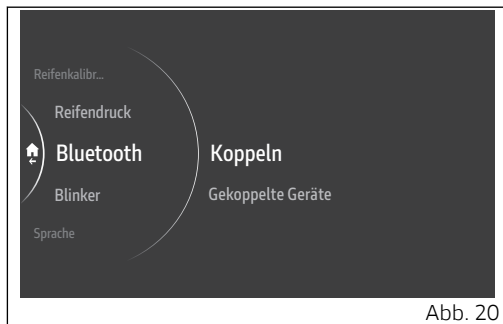

Abb. 20
- Die Angabe „Koppeln“ markieren, dann auf ENTER (Abb. 20) drücken.
- Die Angabe „Gekoppelte Geräte“ markieren, dann auf ENTER (Abb. 20) drücken.